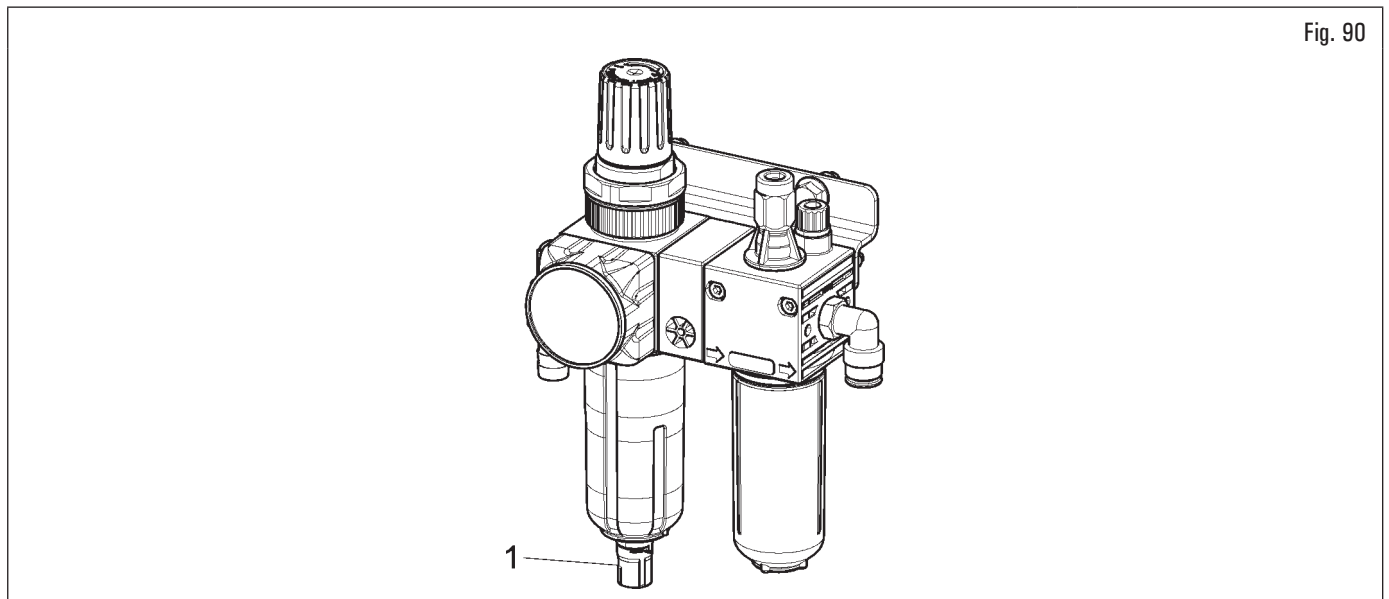

Fig. 90
- El conjunto de acondicionamiento está dotado de una descarga a depresión automática, por lo tanto no necesita de ninguna intervención manual por parte del operador (véase Fig. 90).
Para asegurar una buena funcionalidad y evitar la condensación en los conjuntos tratamiento aire con descarga semiautomática, es necesario comprobar que la válvula (Fig. 90 ref. 1), situada debajo del tapón, está en la posición correcta. Para activar una adecuada función de descarga, la tapa debe ser girada correctamente.